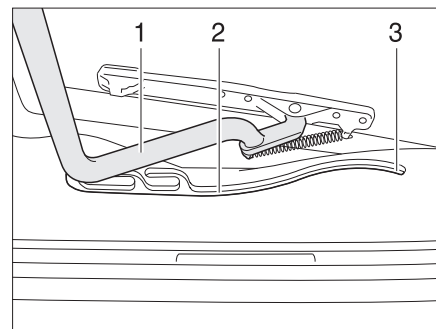

Fig. 82 Claraboya Heki, guía
- Tirar la horquilla (Fig. 82,1) en las guías (Fig. 82,2) hasta la posición trasera final (Fig. 82,3).
- Empujar el estribo (Fig. 82,1) ligeramente hacia arriba con ambas manos.
- Tirar el estribo en las guías (Fig. 82,2) hasta la posición deseada.